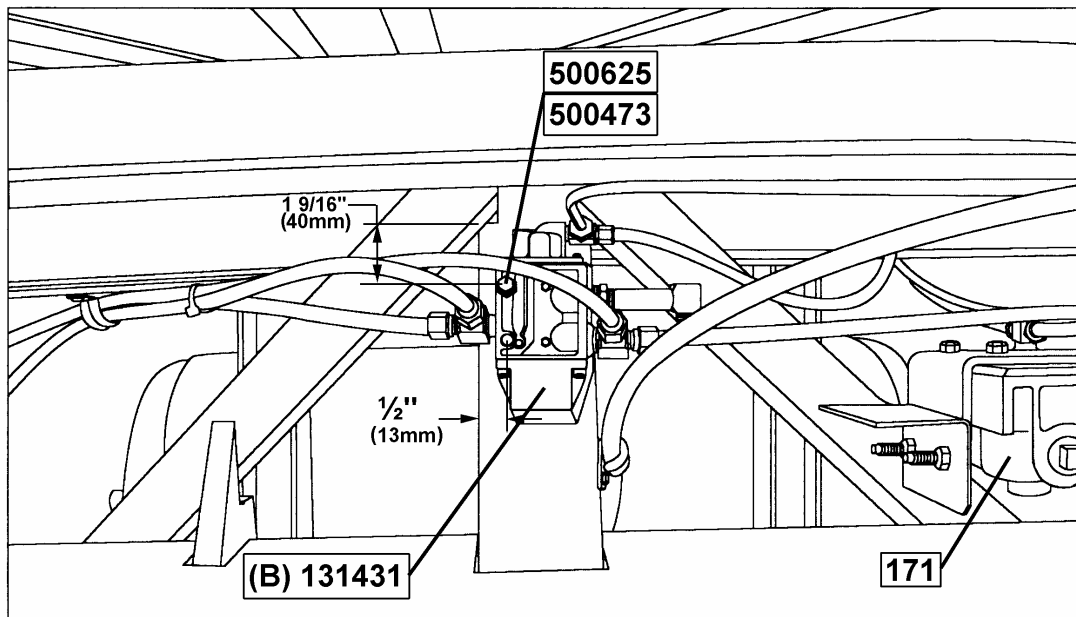

FIGURE 7 : LOCALISATION DE LA SOUPAPE DE LEVAGE DE L'ESSIEU PORTEUR
5. Percer deux trous de 6 mm de diam. (15/64) pour fixer la soupape de levage (Prévost #131431) sur le montant. Utiliser deux vis autotaraudeuses (Prévost #500625) et deux rondelles-freins (Prévost #500473) (voir figure 7 pour l'emplacement des trous).